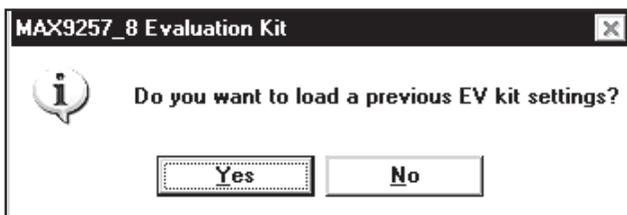

図2. MAX9257/MAX9258の評価キット用ソフトウェア-以前のEVキットの設定のロード
- 13) 次のポップアップウィンドウ(図2)では、以前のEVキットの設定をファイルからロードするかどうかを尋ねられます。このソフトウェアを初めて実行する場合は、ソフトウェアに含まれている**NeverComeBackSettings.txt**、**FiniteCTOSettings.txt**、または**I2CSettings.txt**の3種類のEVキットの設定ファイルから選択することが可能です。**No**ボタンをクリックしてください。